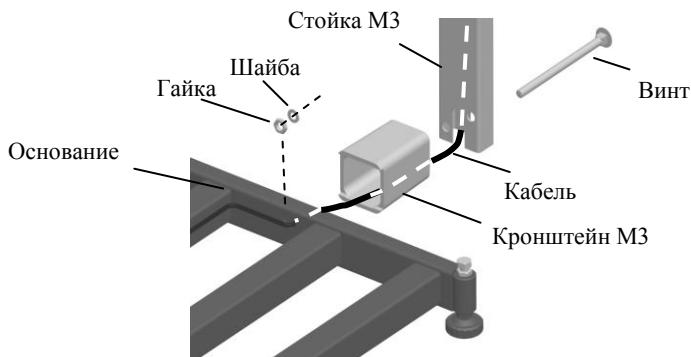

Рис. 6.3 - Крепление прямоугольной стойки к модулю ТВ-М
- Протянуть кабель через кронштейн и стойку, Рис. 6.3.